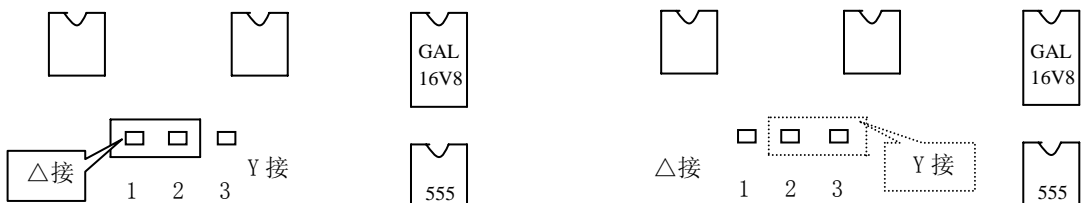

图 2 跳线位置图
2.6 外型尺寸： $200 \times 192 \times 60$ (详见附图 2)
本控制器可垂直或水平安装在调压装置中，外形和安装示意图见附图 2。请参阅 5.2 节确定了 Δ/Y 跳线位置后再把控制器安装于装置中。